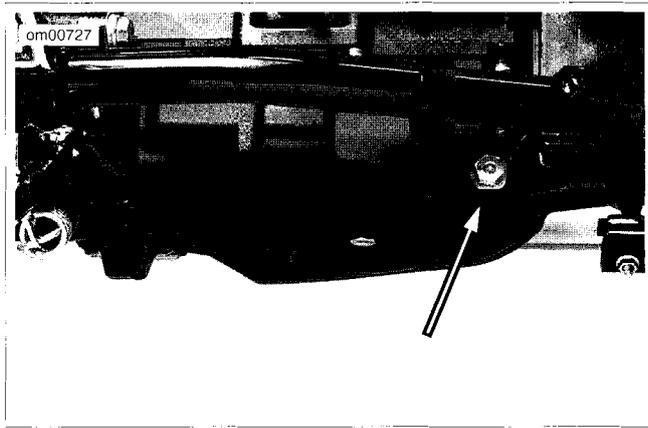

Figure 23. Bouchon de vidange d'huile moteur (carter d'huile sous la transmission)
3. Voir la Figure 23. Déposer le bouchon de vidange d'huile moteur avec le joint torique. Laisser l'huile s'écouler complètement dans un contenant approprié.
6. Voir la Figure 23. Installer le bouchon de vidange du réservoir d'huile.